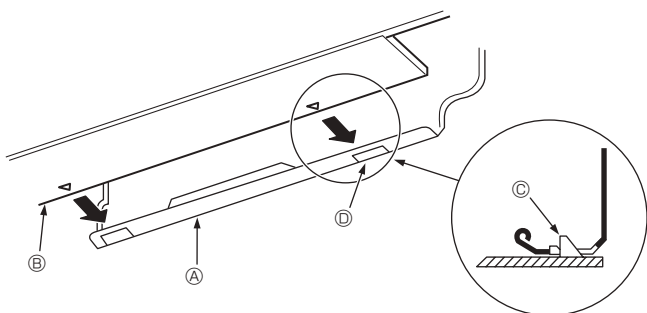

Fig. 3-12
3. Mientras inserta la tubería de refrigerante y la manguera de desagüe en el orificio de entrada en la pared (manguito de entrada), cuelgue la parte superior de la unidad interior en la placa de montaje ①.
5. Fije la unidad en la placa de montaje ① empujando la parte inferior de la unidad. (Fig. 3-12)
- \* Compruebe que los mandos de la parte inferior de la unidad interior estén firmemente enganchados en la placa de montaje ①.
- ① Placa de montaje
- ② Unidad interior
- ③ Gancho
- ④ Orificio cuadrado